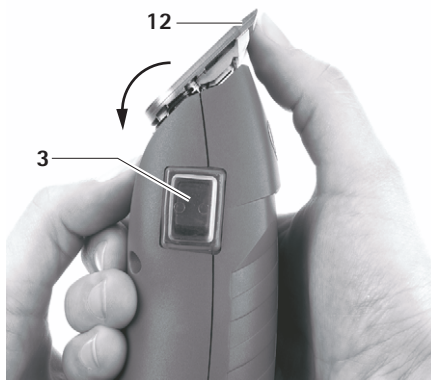

Рис. 5
- Откинуть стригущую головку **12** вперед, см. Рис. 5.